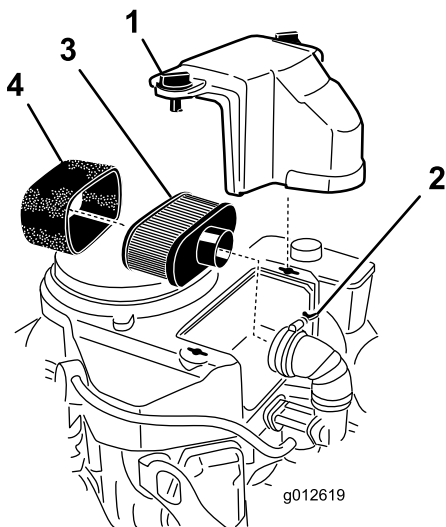

Figura 30
3. Pulite la zona intorno al filtro dell'aria per evitare che la morchia possa penetrare nel motore provocando gravi danni (Figura 30).
4. Svitare le manopole del coperchio e toglie il coperchio del filtro dell'aria (Figura 30).
5. Allentate la fascetta stringitubo e toglie il gruppo del filtro dell'aria (Figura 30).
6. Togliete con cautela l'elemento in schiuma sintetica dall'elemento di carta (Figura 30).
Importante: Non pulite il filtro primario di carta, sostituitelo (Figura 30).
1. Infilate con cautela l'elemento in schiuma sintetica sopra l'elemento di carta del filtro dell'aria (Figura 30).
2. Collocate il gruppo del filtro dell'aria sulla relativa base, e fissatelo con i 2 dadi ad alette (Figura 30).
3. Montate il coperchio del filtro dell'aria e serrate la manopola del coperchio (Figura 30).